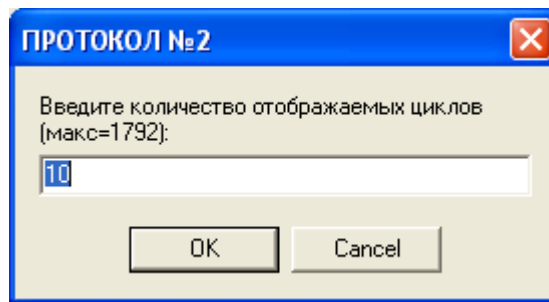

Рисунок 11
6.3 Выберите необходимый пункт меню (с номером протокола) и щелкните на нем мышью. На экране отобразиться диалоговое окно (рисунок 11).